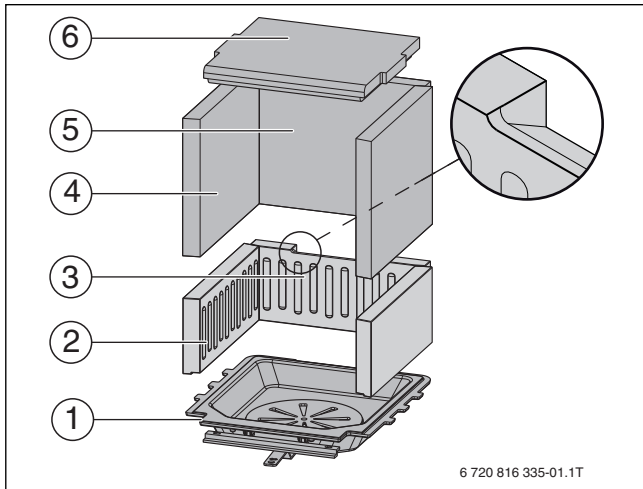

Bild 16 Feuerraumauskleidung – Heizeinsatz Rost
- ▶ Rückwandstein Feuerraum Mitte (→ Bild 16, [3], Seite 19) hinten mit der Verzahnung nach unten einstellen.